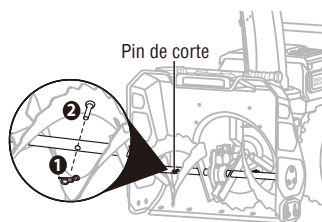

Fig.16
1. Retire el pasador de seguridad del pasador de seguridad de cada lado y luego extraiga el pasador de seguridad roto. (Fig. 16)
2. Alinee cuidadosamente la barrena con el eje de la barrena e inserte el nuevo pasador de seguridad (PN: GMA-SP) en la ranura, luego inserte el pasador de seguridad para asegurar la barrena. (Fig.16)